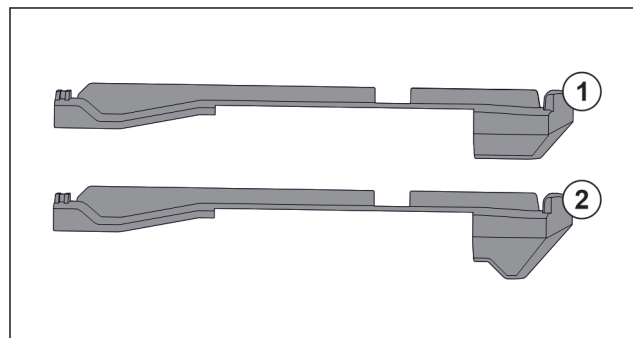

Fig. 123 Сравнение вставных частей
В устройстве находятся две разные вставные части. Вставная часть над самым нижним выдвижным ящиком Fig. 123 (2) имеет треугольную кромку. Все прочие вставные части Fig. 123 (1) имеют прямую кромку.
- ▶ Установите вставную часть Fig. 123 (2) с треугольной кромкой над самым нижним выдвижным ящиком.
- ▶ Установите вставную часть Fig. 123 (1) с прямой кромкой на все прочие места.